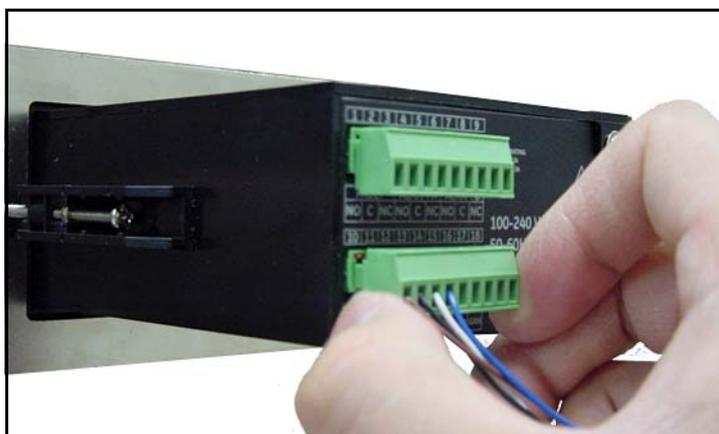

図 29 : 端子ブロックにコネクタを再挿入する
4. dew.IQ の背面の下側の端子ブロックにコネクタを再び挿入します (下の図 29 を参照)。